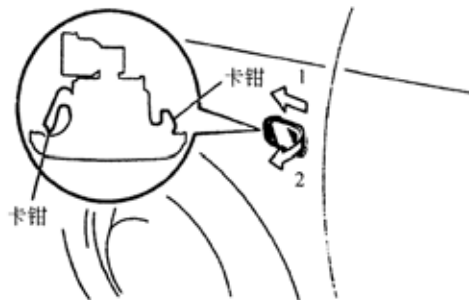

图 9-52
(1)向车辆前方拉动侧面转向信号灯总成并偏转，松开卡钳，如图 9-52 所示。